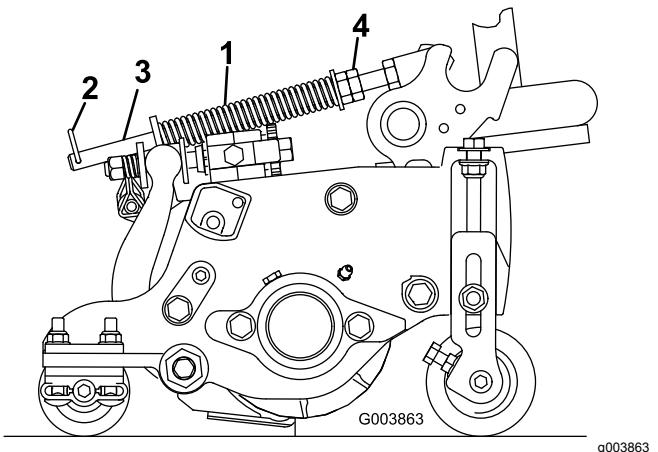

Рисунок 14
- Убедитесь, что игольчатый шплинт вставлен в заднее отверстие штока пружины (Рисунок 14).
- Затяните шестигранные гайки в передней части штока пружины так, чтобы сжатая длина пружины стала равна 12,7 см на машине с 5-дюймовыми режущими блоками или 15,9 см на машине с 7-дюймовыми режущими блоками (Рисунок 14).
Пружина компенсации состояния грунта переносит вес с переднего на задний каток (Рисунок 14). Это препятствует образованию на грунте волнообразных неровностей (так называемых «волн» или «тряск»).